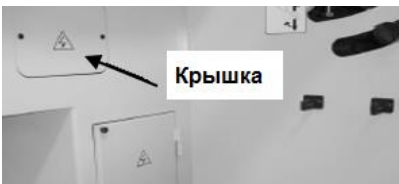

Рис. 19-2
5. Откройте крышки под каждым краем каретки и ослабьте установочные болты (Рис. 19-2).